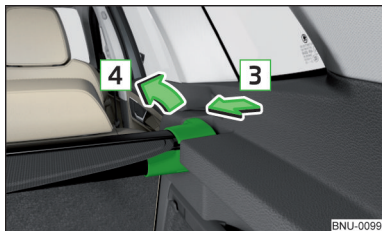

Fig. 138
- » Apăsăți pe partea barei transversale în sensul săgeții **3** și **extrageți** masca în sensul săgeții **4** » fig. 138.